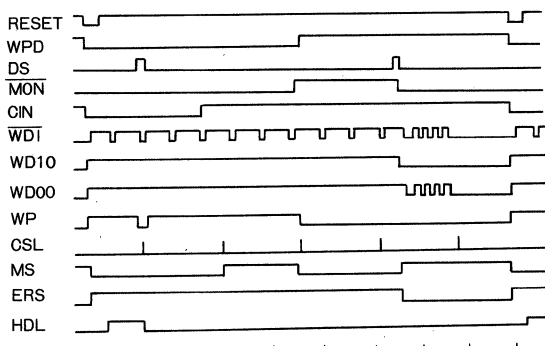

Fig.25 RWICを使用する場合
(6) WRITE (Table9, Fig.25, 26参照)